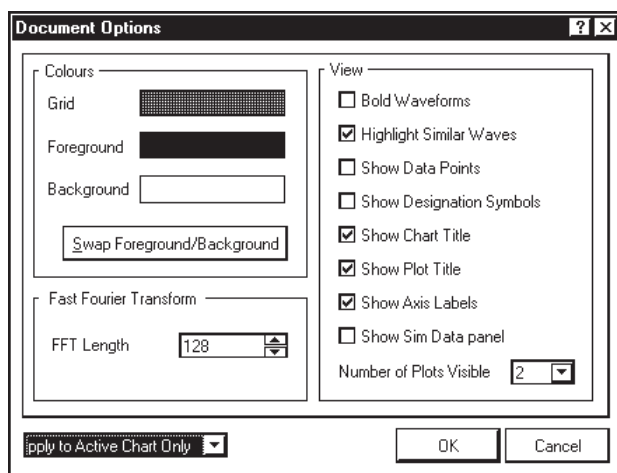

Рис. 8.22. Окно настроек отображения графического документа
- **Document Options** — по этой команде открывается диалоговое окно общих настроек графического документа (рис. 8.22):